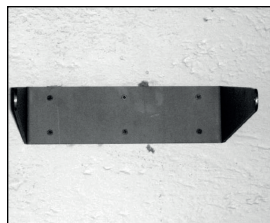

Figura 1
1. Fissare la staffa di supporto con il lato diritto verso l'alto alla parete o al soffitto (figura 1). Le parti singole non contenute nella dotazione (viti + tasselli) devono essere in grado di sopportare una sollecitazione di almeno 100Kg.